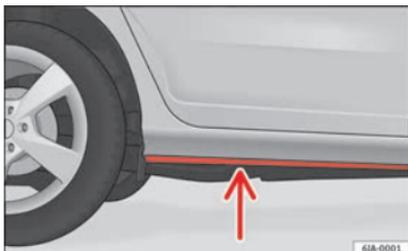

Fig. 180 Passar a vau.
- Determine a profundidade da água antes de entrar. A água pode alcançar, no máximo, a longarina inferior do veículo » **Fig. 180**;